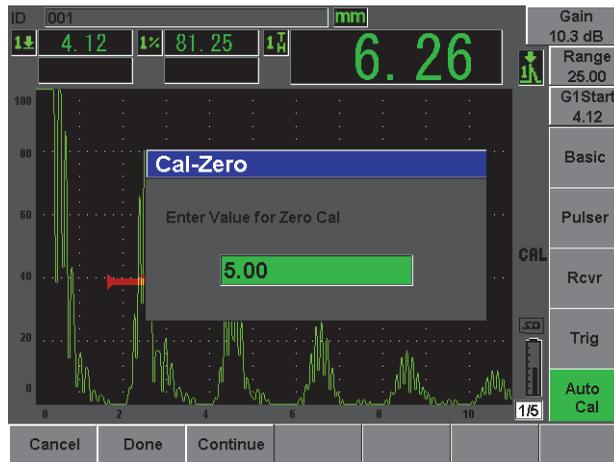

Figura 2-14 Valor de Cal-Zero
6. Pressione **Cal-Zero** (veja Figura 2-14 na página 51).